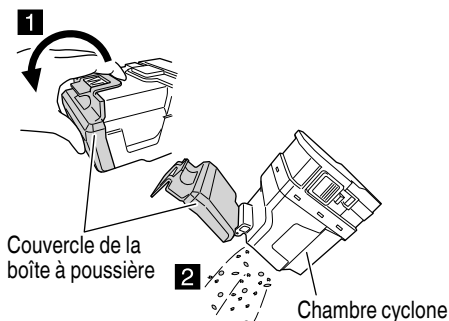

Fig. 14
- (2) Nettoyez la poussière dans la chambre cyclone (Fig. 14)